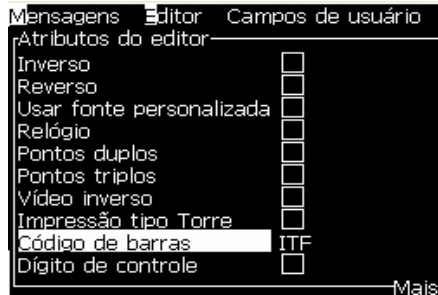

Figura 5-41: Seleccione o tipo de código de barras
- 2 Pressione a tecla *F3* ou *ALT + E* e selecione *Atributos de Linha* para abrir a tela *Atributos do Editor* (Figura 5-41).